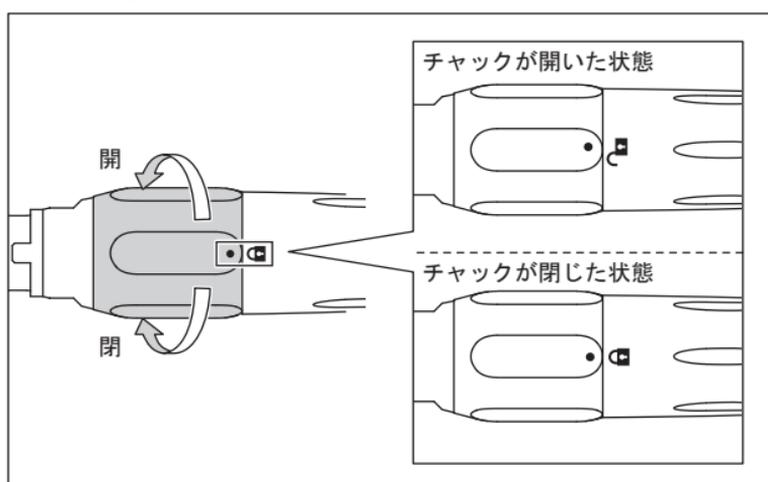

図2
- 1) チャック開閉リングを“”の方向に「カチッ」と音がするまで回します。（図2）
- ・切削バーを固定した後、●印と“”印があることを確認してください(図2)。●印と“”印がずれた位置で回転させるとハンドピースが発熱し、火傷をすることがあります。